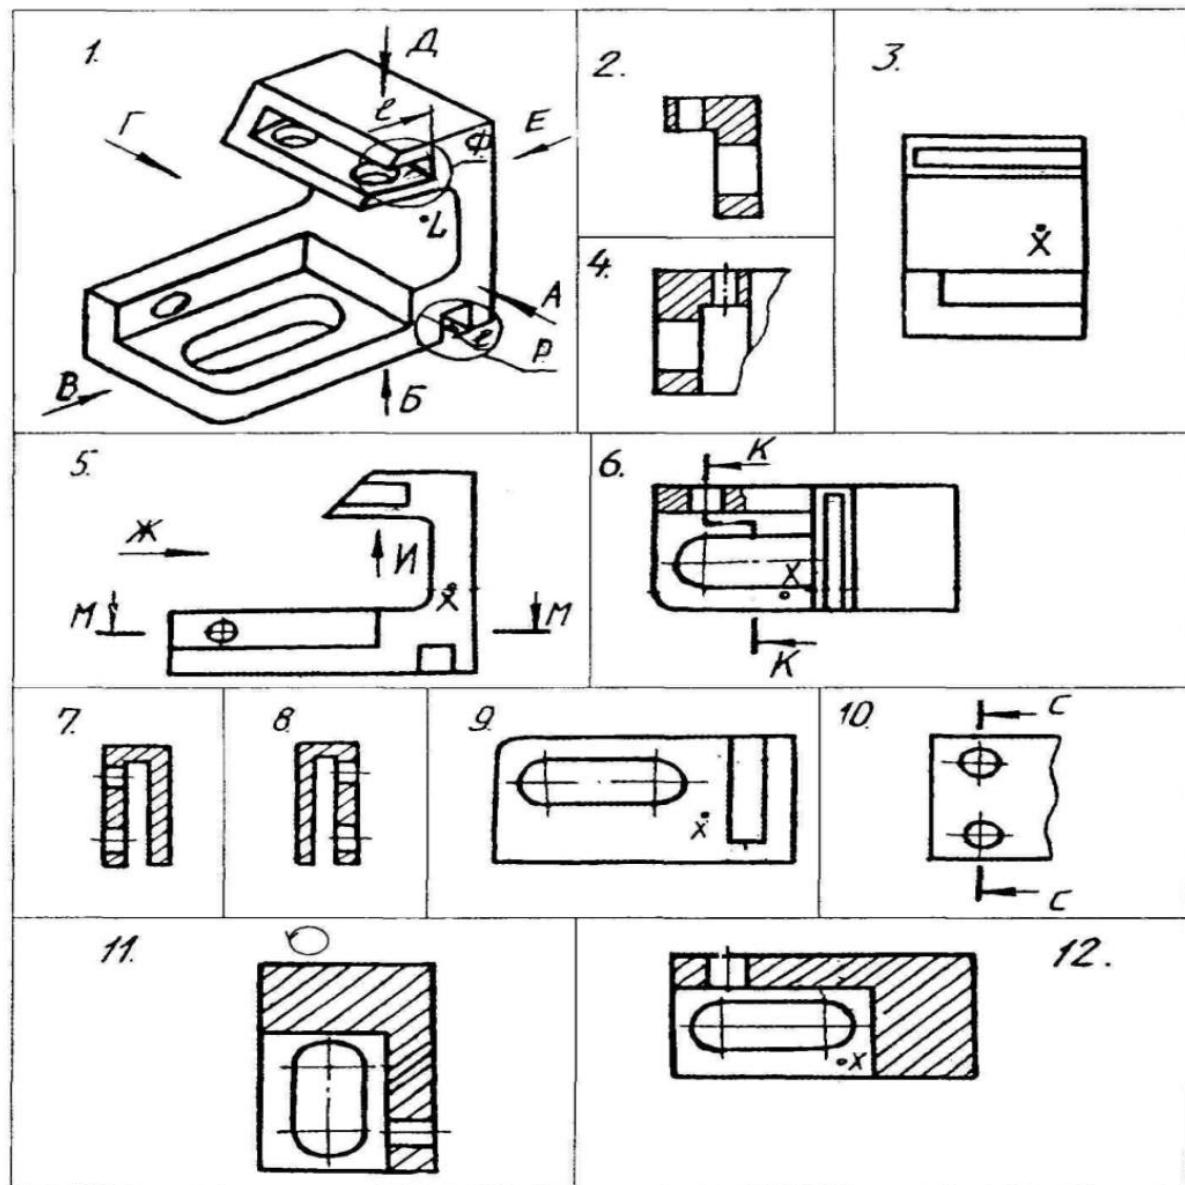

Рисунок 5 Чертеж к контрольной № 2
**Вопрос 1.** Какое изображение соответствует направлению А (рисунок 5)?
**Вопрос 2.** Какое изображение соответствует направлению Д (рисунок 5)?
**Вопрос 3.** Какое изображение соответствует направлению И (рисунок 5)?
**Вопрос 4.** Какое изображение соответствует положению секущей плоскости М-М (рисунок 5)?
**Вопрос 5.** Какое изображение соответствует положению секущей плоскости С-С (рисунок 5)?
**Вопрос 6.** Какое изображение соответствует положению секущей плоскости K-K (рисунок 5)?
**Вопрос 7.** На каком изображении глубина l элемента P определена (рисунок 5)?
**Вопрос 8.** Какое изображение соответствует главному виду (рисунок 5)?
**Вопрос 9.** Как называется изображение №12 (рисунок 5)?
**Вопрос 10.** Как называется изображение №3 (рисунок 5)?